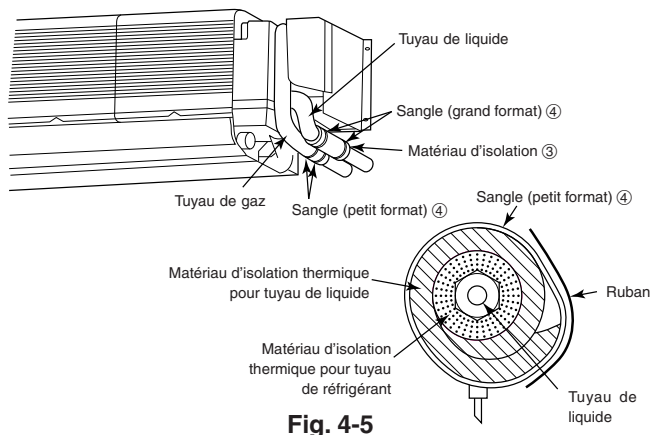

Fig. 4-5
4.4. Tuyaux isolants (Fig. 4-5)
Se référer à la Fig. 4-5 pour l'isolation.